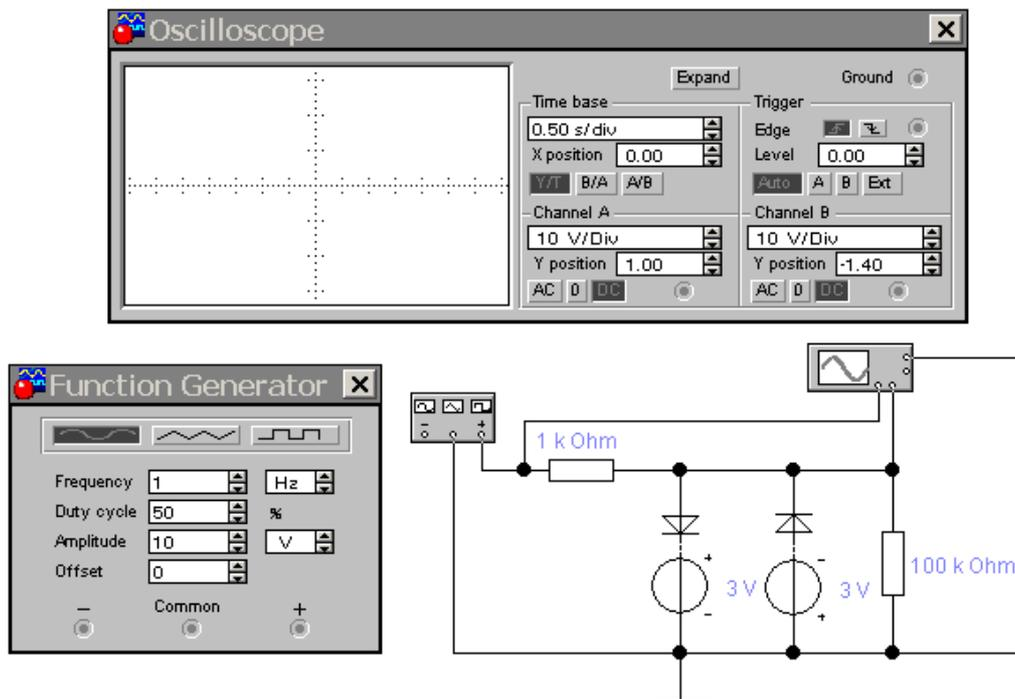

Рисунок 11.9 – Схема двухстороннего диодного ограничителя напряжения
11.2.5 Открыть файл O2.ewb со схемой, приведенной на рис. 11.9.